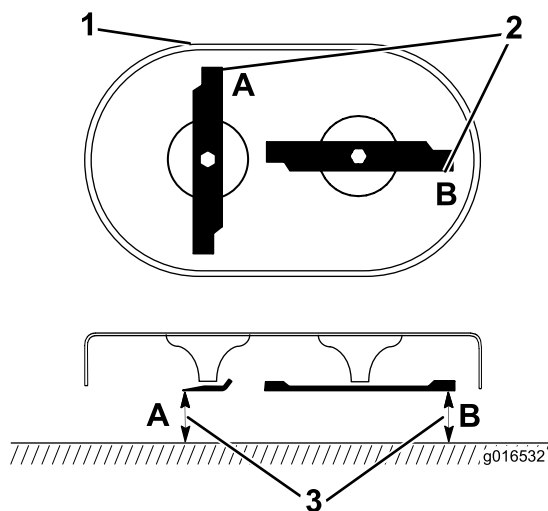

Figure 40
1. Tournez les lames à la position indiquée à la Figure 40.
2. Mesurez la distance entre une surface plane et le tranchant des lames aux points **A** et **B**, (Figure 40), et notez ces deux dimensions.
3. Tournez les lames pour faire passer les extrémités opposées aux points **A** et **B** (Figure 40).